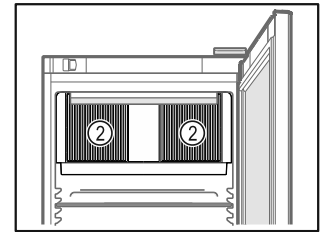

Fig. 79
- Sørg for at cirkulationsblæserens ventilationsåbninger Fig. 79 (2) i det indvendige rum altid er frie.